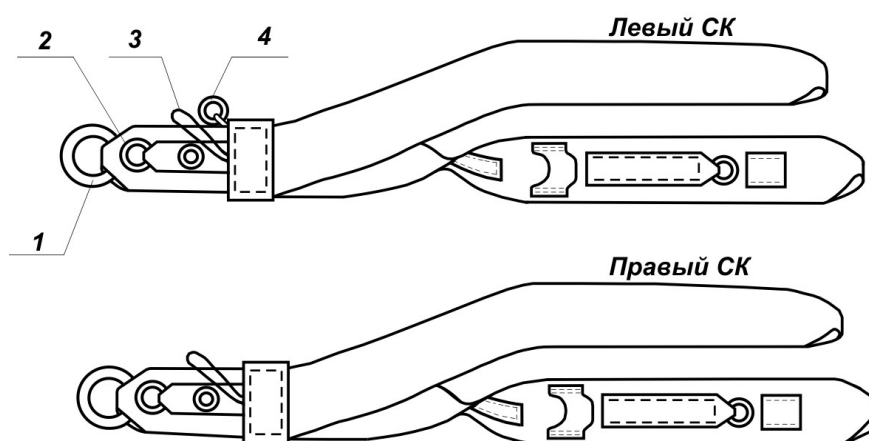

Рис. 8. Концы свободные:
2.5.10. К о н ц ы с в о б о д н ы е (СК) основного парашюта (правый и левый) предназначены для соединения подвесной системы с основным парашютом и выполнены из ленты тип 7 (прочностью 2700кгс). СК разделяются на передние и задние (рис. 8); на левом СК установлено кольцо, к которому присоединяется пряжка системы «Транзит».